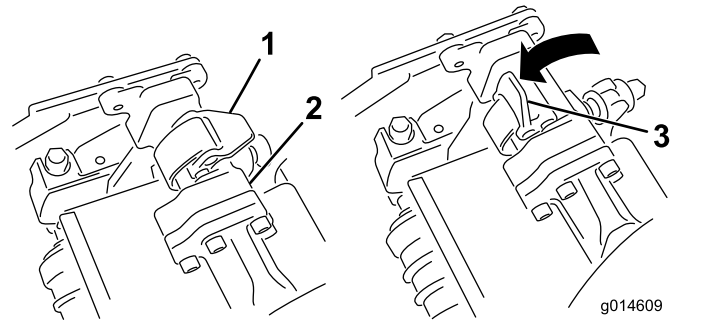
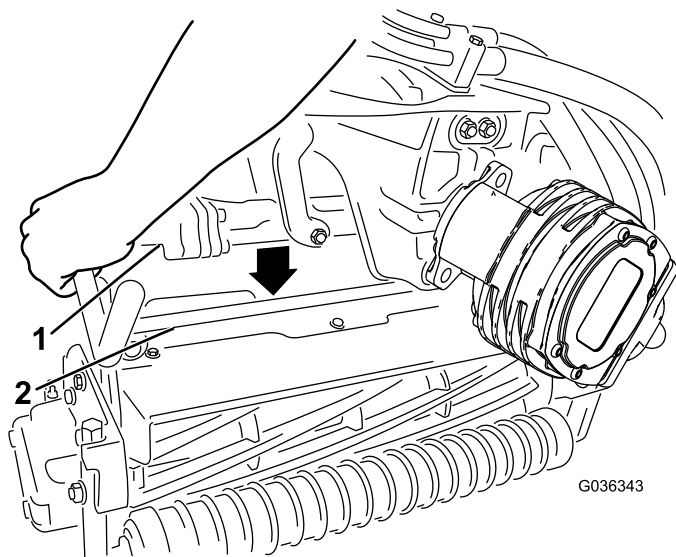

Figura 52
Figura 53
4. Com os fechos na barra do braço de suspensão a apontar para cima (i.e. abertos) (Figura 52), empurre o braço de suspensão para baixo de forma a que a barra passe pela barra através da parte superior da unidade de corte (Figura 53).
5. Feche os fechos para baixo e em redor da barra da unidade de corte e bloqueie-os no sítio (Figura 52).
5. Abra os fechos na barra do braço de suspensão da unidade de corte que está a remover (Figura 52).